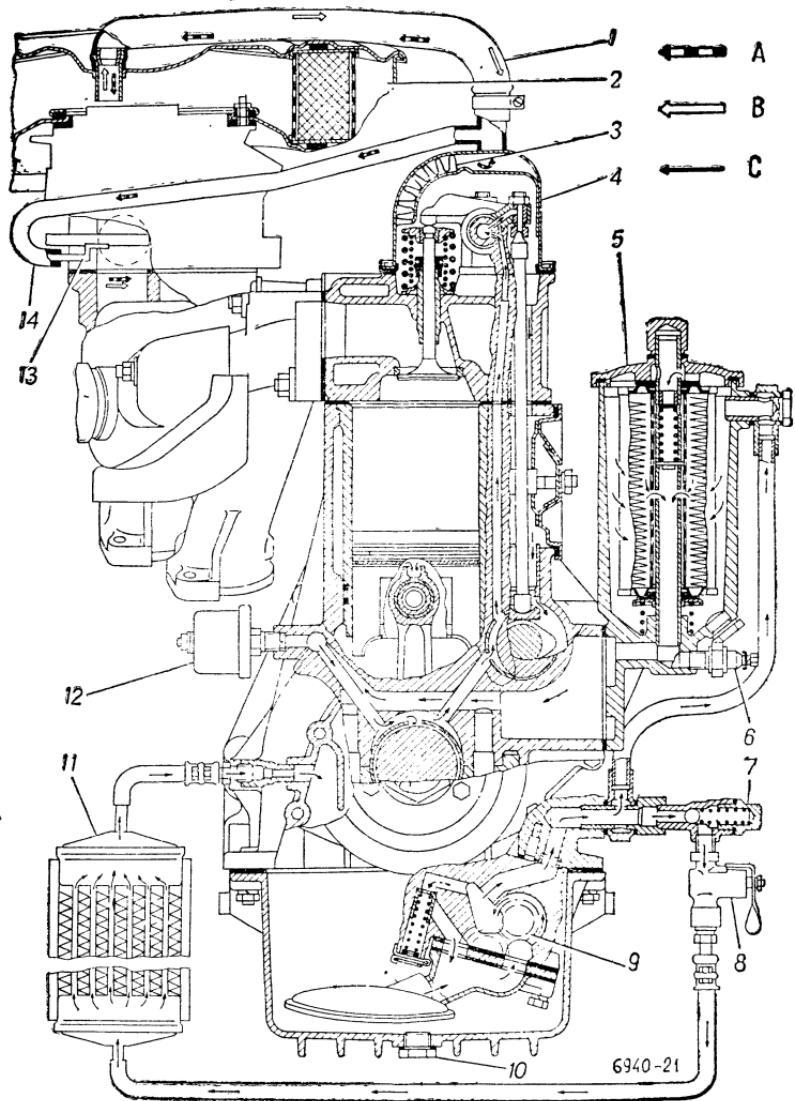

Рис. 11. Системы смазки и вентиляции картера двигателя:
Система смазки двигателя — комбинированная: под давлением и разбрызгиванием (рис. 11). Через маслоприемник масло заасывается масляным насосом 9 и через фильтр 5 подается в масляную магистраль. На насосе установлен редукционный клапан. В фильтре имеется предохранительный клапан, пропускающий масло в магистраль, минуя фильтрующий элемент, при его чрезмерно большом сопротивлении (засорение, пуск холодного двигателя).
**Система вентиляции картера** (см. рис. 11) — закрытая, принудительная, действующая за счет разрежения во впускной трубе и воздушном фильтре.